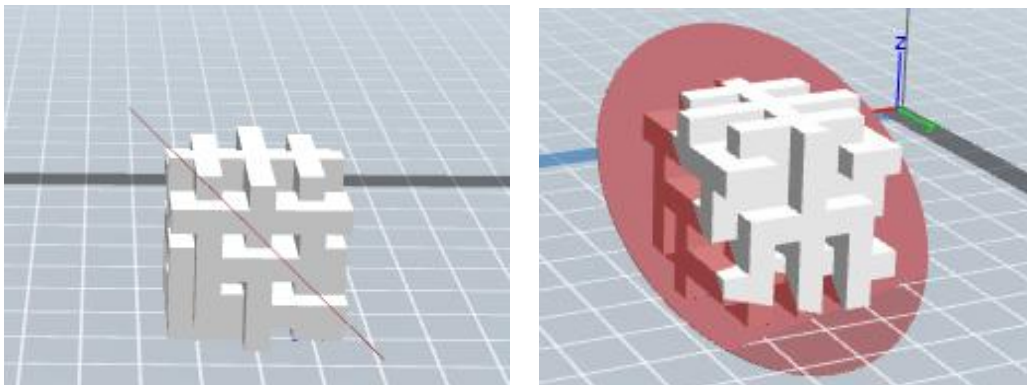

图 6-17
① (图 6-17) 手绘切割：根据用户的要求绘制切割线，系统会自动生成切割面。旋转视角，就可以看到切割面了。